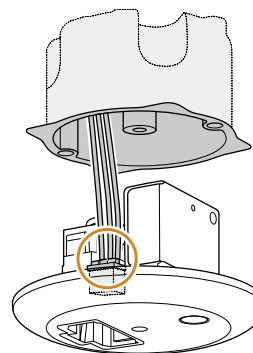

Imagen 4
- 5 Conecte la fuente de alimentación al bloque de terminales proporcionado, véase la **imagen 4**.